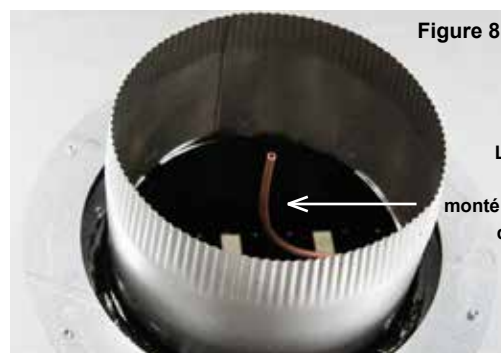

Figure 8I
Un tube de Pitot de 6,4 mm (1/4 po) est monté au centre de la buse et est relié au pressostat. (Figure 8I)
- N. Entre deux terminaisons horizontales - 305 mm (12 po). (Non illustré dans la figure 8I).
- O. Entre deux terminaisons verticales - 305 mm (12 po). Les extrémités peuvent être à la même hauteur (non illustré dans la figure 8I).